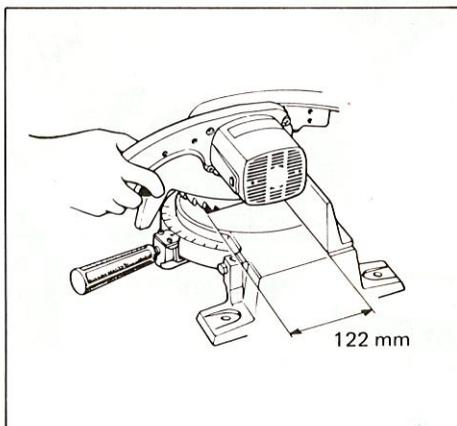

Fig. 6
- \* Contrôler si la lame n'entre pas en contact avec la base lorsque la position est basse. Fig. 6